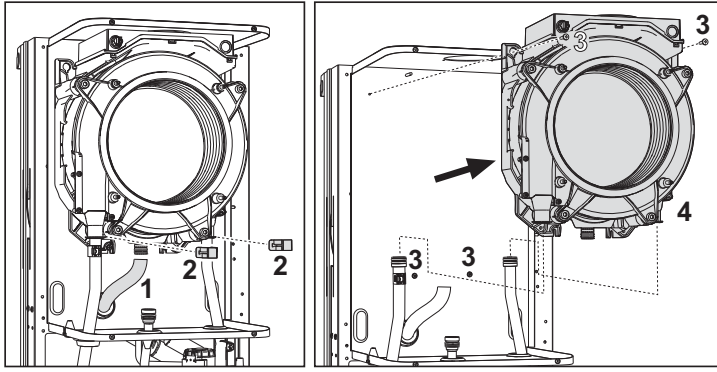

fig. 34- Intercambiador principal
- Extraiga los dos tornillos superiores "3" que fijan el intercambiador al bastidor (fig. 34).
- Afloje los dos tornillos inferiores "3" que fijan el intercambiador al bastidor (fig. 34).